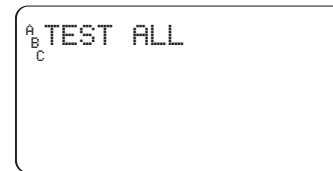

Abbildung 16: Anzeige – „Test Cycle“ (Testzyklus) ausgewählt
2. Taste **MANUAL** (Manuell) einmal drücken [Siehe Abbildung 16]